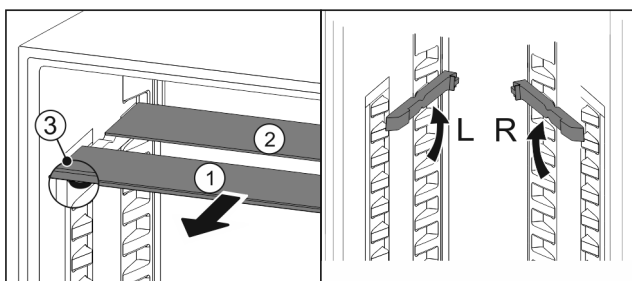

Fig. 61
- ▶ Издърпайте Fig. 61 (1) поотделно стъклените плочи напред.
- ▷ Стъклената плоча Fig. 61 (1) с декоративната лайсна е отпред.
- ▷ Ограничителите Fig. 61 (3) сочат надолу. Уреди с фризерно отделение:*